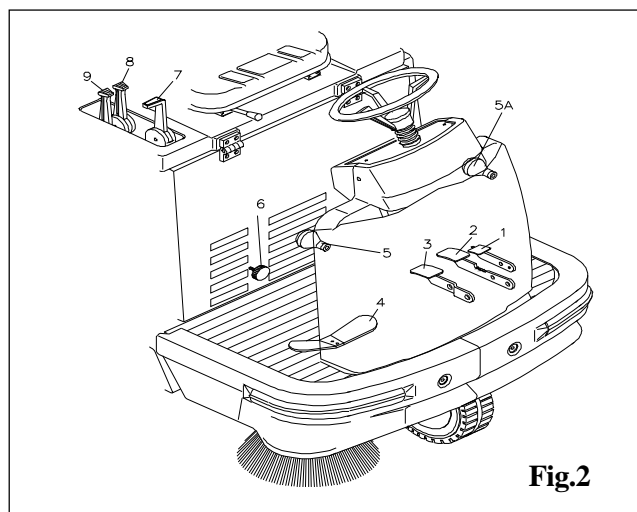
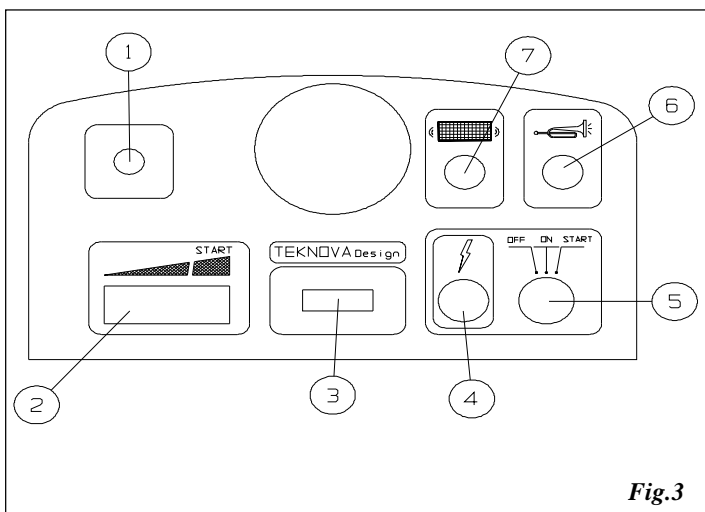

Fig.2
Fig.3
**1** : Mettez le levier lève-brosse **5 Fig.2** sur **OFF**.
- Portez le levier de l'accélérateur **2 Fig.3** sur la position de **START**.
- Tirez le levier du starter **1 Fig.3**
- Portez le levier de l'embrayage **9 Fig. 2** dans la position 1 -**START POSITION** et tenez-la en cette position pendant que on va actionner l'interrupteur à clé **5 Fig.3**. Portez l'interrupteur de contact dans la position de **START** et tenez-le comme-ça jusqu'à le m o t e u r va démarrer.
Dès que le moteur a démarré, laissez le levier d'embrayage **9 Fig.2**.
En actionnant le pedal de selection du sens de la marche **4 Fig.2**.
Baisser la brosse centrale en mettant le levier **7 Fig.2** en position de **ON**.
Baisser si nécessaire la brosse latérale, (où les deux brosses latérales dans la version à double brosse) en agissant sur les leviers de commande **5 - 5A Fig.2**
Dans le cas où les brosses soulevaient de la poussière pendant le travail, il est recommandable l'allumage de l'aspiration avec le levier **8 Fig.2**.
Si on devait ramasser des ordures volumineuses et légères agissez sur le pedal léve-flap **3 Fig.2** seulement pour le temps nécessaire pour effectuer cette operation.
Pour arrêter la machine, amener le levier **2 Fig. 3** en position de minimum et tourner la clef **5 Fig. 3** sur **OFF**. On conseille de travailler le moteur étant au nombre de tours maximum.
Appuyez le bouton **7 Fig. 3** et tenez-le appuyé pour quelque second. Répétez l'opération **4 ou 5 fois**.
Avant d'effectuer n'importe quel travail sur la machine, assurez-Vous que la même soit éteinte et que toutes ses fonctions soient désactivées, pour obtenir ça placez l'interrupteur à clé **5 Fig.3** en position de **OFF**.